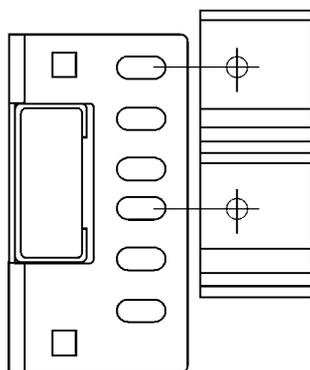

Рис. 24. Установка перемычки
- 2) Установить изнутри болты М6х16 с полукруглой головкой в отверстия горизонтальных направляющих и суппортов (рис. 24).